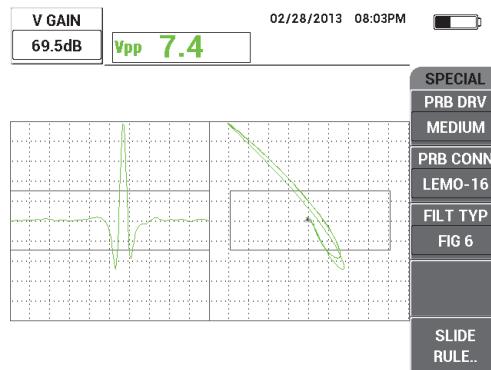

Figura 5-66 Ajuste de ganho vertical
8. Pressione a tecla GAIN (**dB**) duas vezes e, em seguida, aumente o V GAIN até que o sinal do sulco atinja 100% da altura da tela cheia (veja Figura 5-66 na página 178).